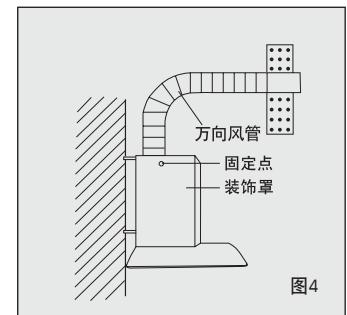

图4
2. 将装饰罩放置于主机风口处，注意下部装饰罩外形与主机顶部周边相吻合，根据实际情况确定内装饰罩的高度并固定装饰固定架后，将装饰板固定在装饰罩固定架上(图4)。
3. 将万向风管按图4、5所示引出室外或其它地方。
- 吸油烟机与厨房吊柜参考组合尺寸(图4、5)